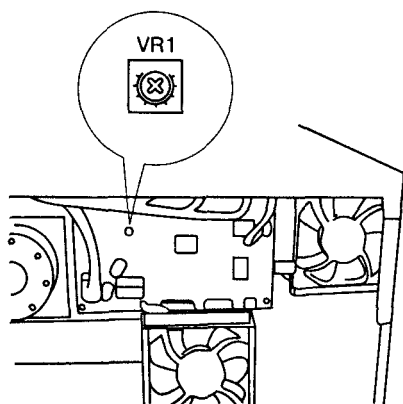

Рис. 9.87
4. Отрегулируйте VR1 на главной печатной плате, основываясь на оценке копии в разделе «Проверка» (рис. 9.87).